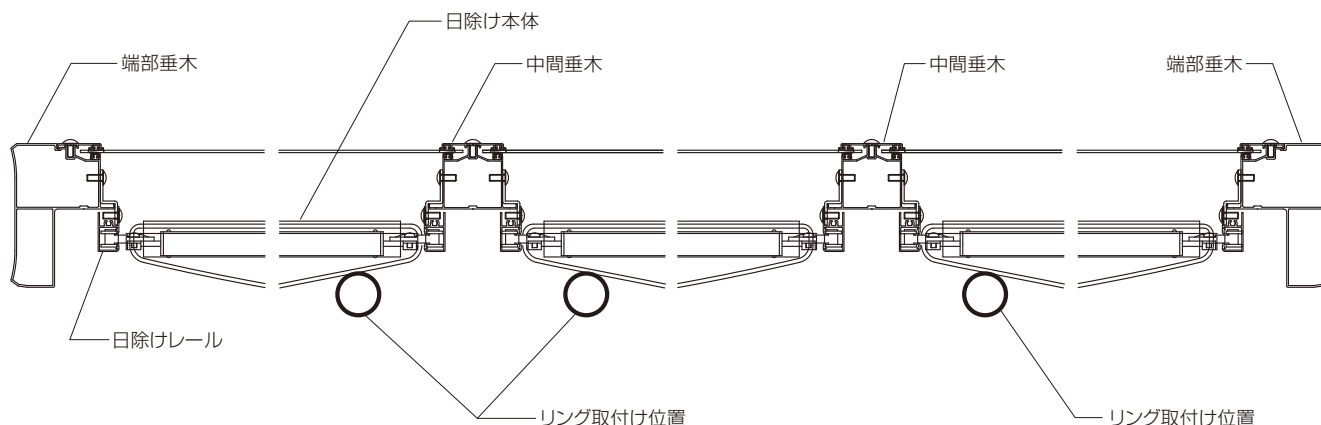

図3-1
- ①日除け本体を日除けレールの中に取付けてください。(図3-1参照)
- ②図3-1の位置にリングを取付けてください。